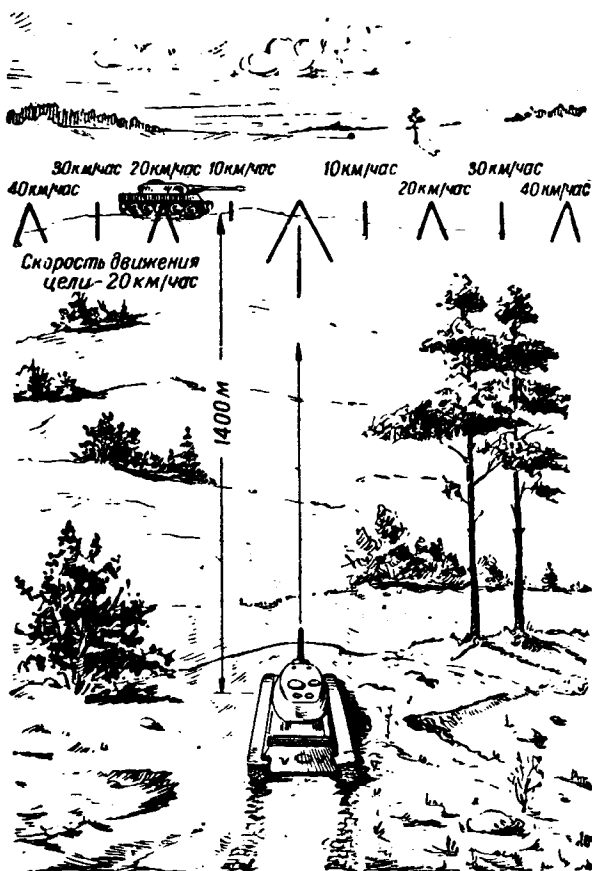

Рис. 28. Стрельба с места по движущейся цели (движение фланговое)
1. Цель — танк. Движение фланговое слева направо. Скорость цели определена 20 км/час, расстояние до цели 1400 м (рис. 28). Пристрелка дальности ведётся захватом цели в вилку.